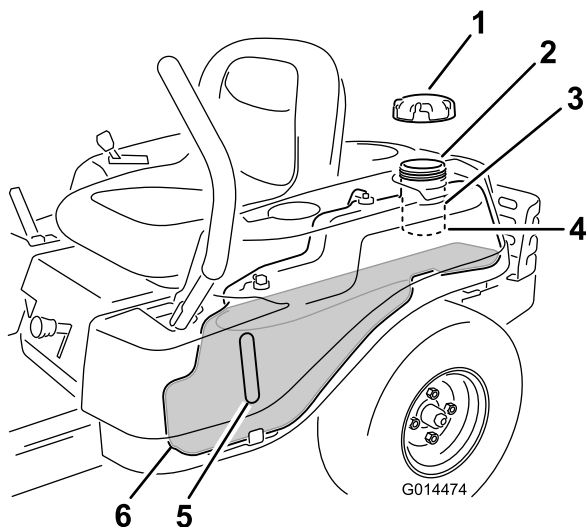

Figura 8
Nota: È possibile utilizzare l'indicatore di livello del carburante per controllare la presenza di benzina prima di procedere al riempimento del serbatoio (Figura 8).
2. Aggiungete **lentamente** benzina fino a che il carburante raggiunge la base del bocchettone di riempimento (Figura 8).